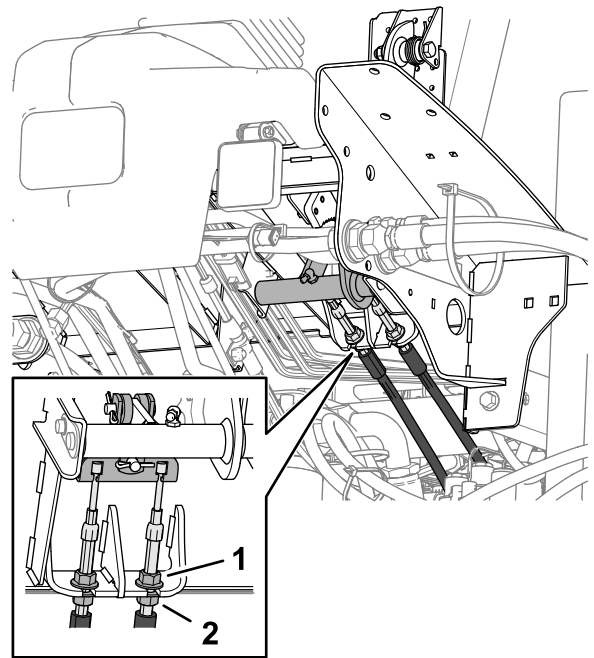

図 144
5. ブレーキペダルの遊びを少なくするには、ブレーキケーブル端部にある前側ジャムナットをゆるめる **図 144**。